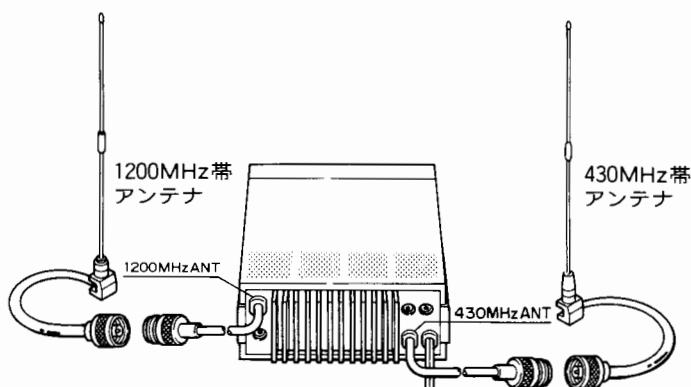

図7
① 独立したアンテナに接続する場合(図7)
- ① C6000、C6000S 本体の 1200MHz 用同軸ケーブルに、1200MHz 帯のアンテナからの同軸ケーブルを接続します。
- ② C6000、C6000S 本体の 430MHz 用同軸ケーブルに、430MHz 帯のアンテナからの同軸ケーブルを接続します。